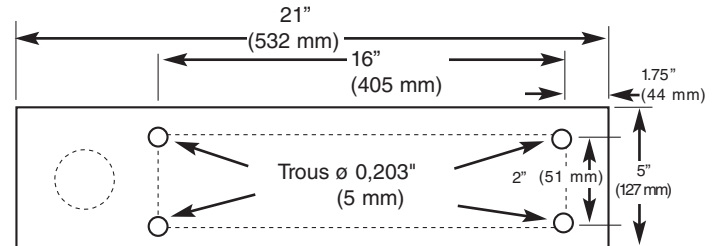

Figure 2: Dimensions pour montage
- Fixez solidement le radiateur au mur avec des vis ou des tire-fond, en utilisant (4) trous déjà percés dans le dos du radiateur (Figure 2).